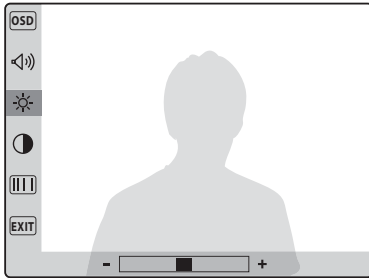

Fig.3a
- La luminosità (8 livelli Fig.3a);
- The picture brightness (8 levels Fig.3a);